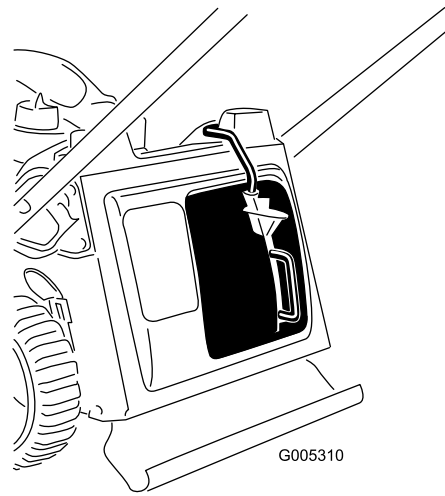

Bild 10
3. Lassen Sie die Taste am Hebel los und stellen Sie sicher, dass die Oberseite des Hebels ganz im Schalterkanal liegt (Bild 10). Wenn die Hebeloberseite nicht im Schalterkanal liegt, springt das Mähwerk nicht an!